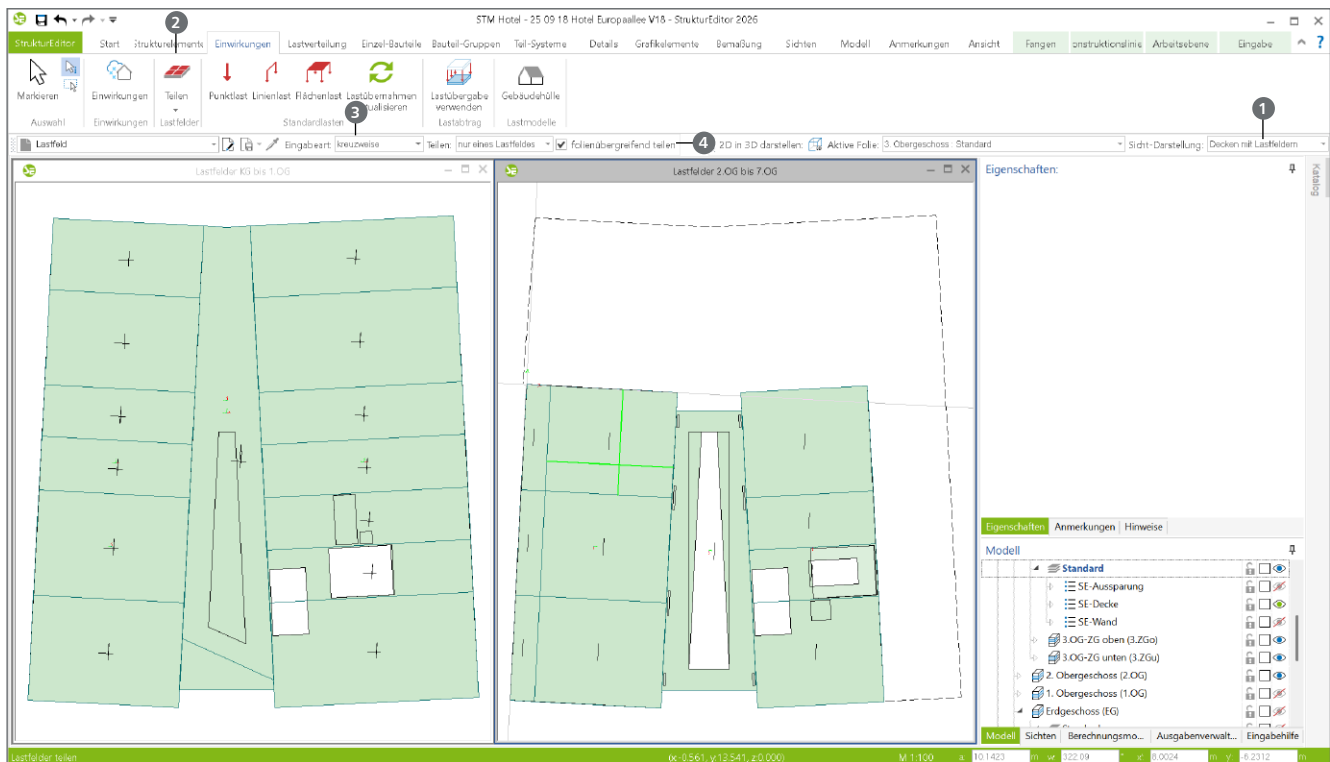
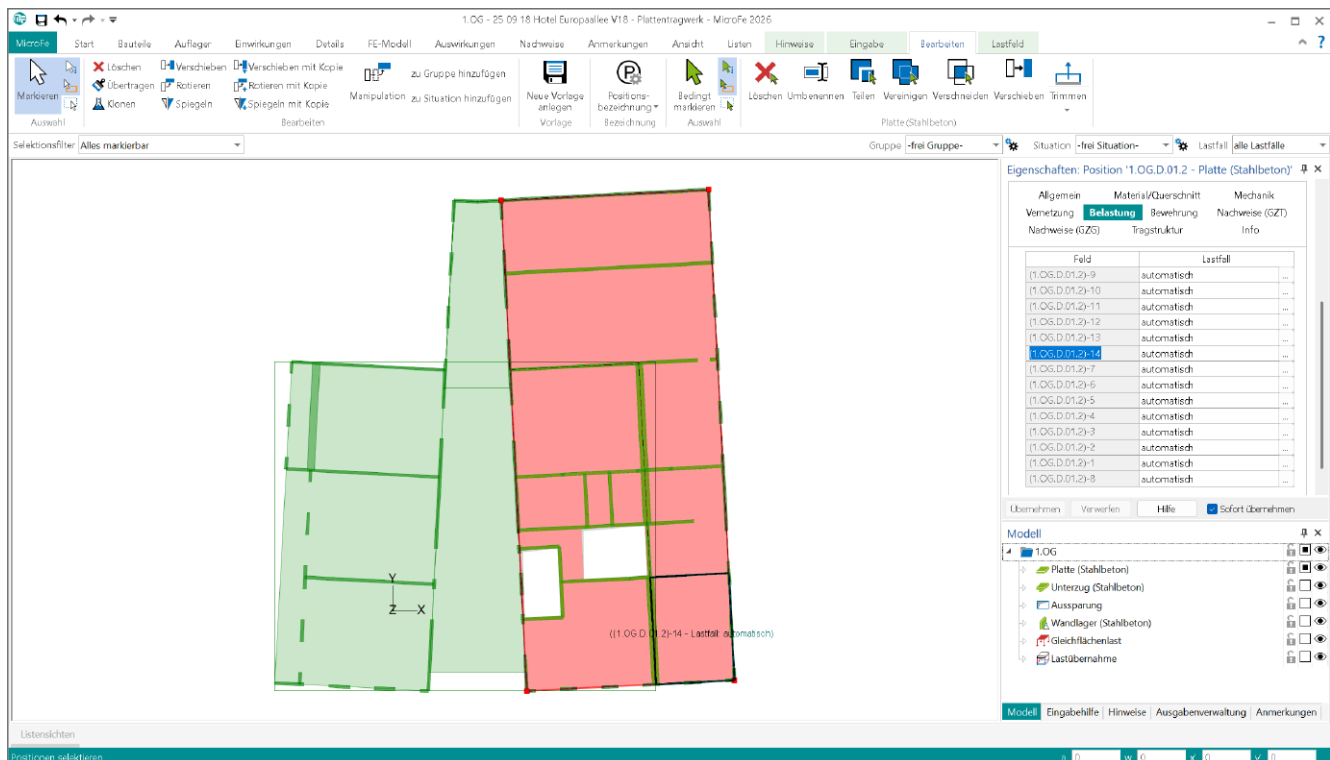

Bild 2. Bearbeitung von Lastfeldern im Strukturmodell im StrukturEditor (E001.de)
Bild 6. Lastfelder im Bemessungsmodell in MicroFe (M100.de)
Die Erstellung und Bearbeitung der Lastfelder im StrukturEditor wurde bewusst an die bekannte Arbeitsweise aus MicroFe angelehnt. Initial erhält jedes Strukturelement „SE-Decke“ ein Lastfeld, das sich geometrisch über die gesamte Decke erstreckt. Der erste Bearbeitungsschritt ist daher meist die Teilung dieses Lastfeldes. Dies erfolgt über das Menüband-Register „Einwirkungen“ mit dem Schalter „Teilen“ (Bild 2) ②.
Wurden die Lastfelder bereits im StrukturEditor erzeugt, können diese wahlweise direkt an das gewählte Bemessungsmodell in MicroFe übertragen werden. In Bild 6 ist zu sehen, wie die Lastfelder aus dem StrukturEditor (siehe auch Bild 2) unmittelbar angezeigt werden – einer sofortigen Nachweisführung steht somit keine fehlende Eingabe mehr im Weg.